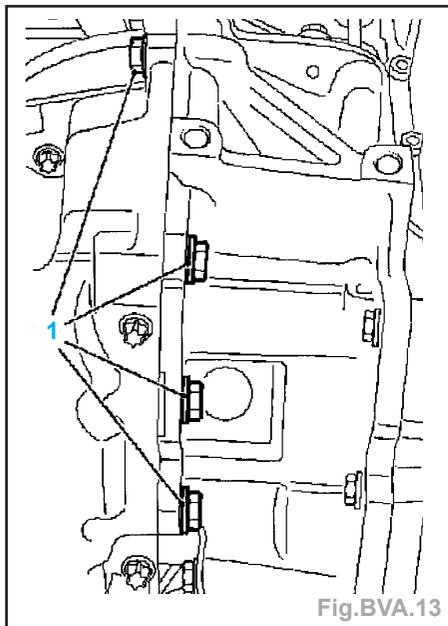

Fig.BVA.13
- Déposer les 4 vis (1) de la boîte de vitesses sur le carter d'huile (Fig.BVA.13).